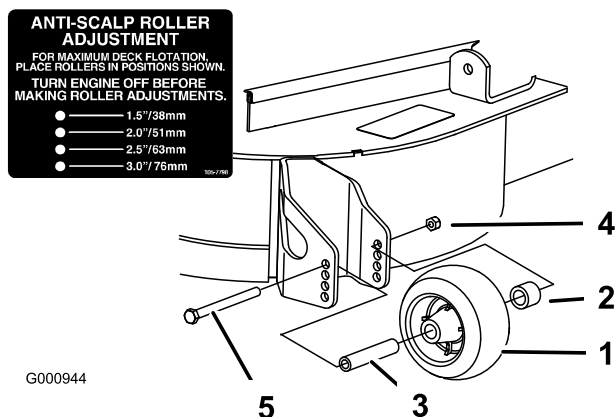

図 14
1. 刈高を変更後、ローラのフランジ・ナット、ブッシュ、スペーサ、ボルトを外して (図 14)、ローラの高さ調整を行う。
3. フランジ・ナット、ブッシュ、スペーサ、ボルトを取り付ける。54-61 N・m (5.6~6.2 kg・m) にトルク締めする (図 14)。